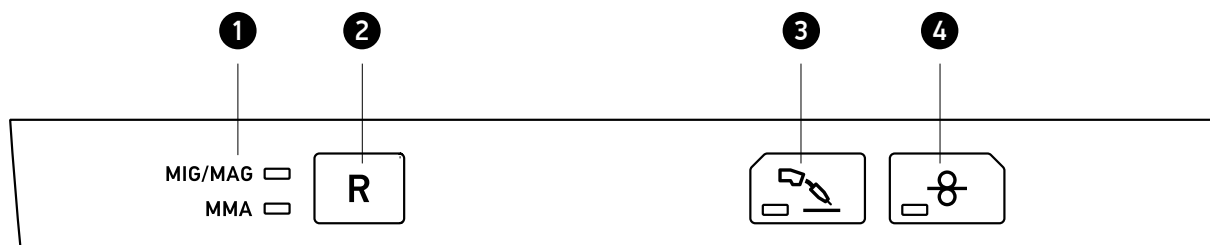

Рис. 4.3
6.2.1. Кнопкой поз.2 (рис. 4.3) выбрать способ сварки MIG/MAG. Нажатием кнопки загорается соответствующий индикатор поз.1 (рис. 4.3).